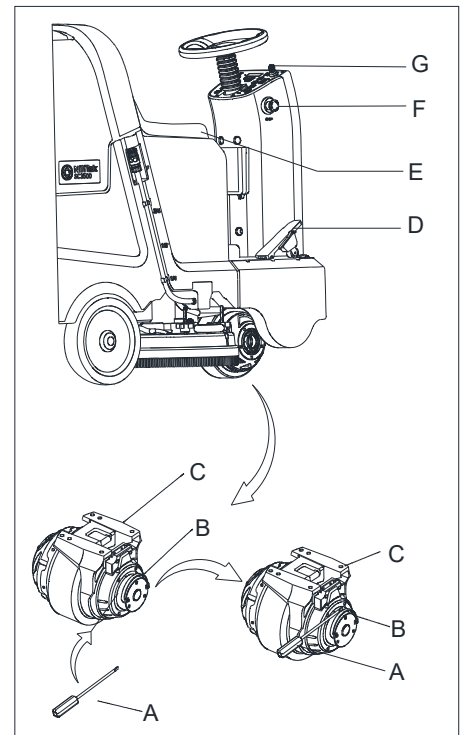

Figure 6
1. Tourner la clé de contact (G, Figure 6) vers « marche »
2. Appuyer légèrement sur la pédale d'accélération (D, Figure 6) puis arrêter afin de vérifier si la machine peut être dirigée vers l'avant et arrêtée.
3. Pour assurer la sécurité, confirmer si la machine peut être arrêtée immédiatement en appuyant sur le bouton d'urgence (F, Figure 6). Tourner le bouton d'urgence pour le réinitialiser.
Dans certains cas particuliers, tels que l'emballage / le déballage de la machine, une panne de machine, etc., il est nécessaire de déplacer la machine avec le moteur d'entraînement à l'arrêt. Insérez un tournevis (Figure 6, A) vers le frein moteur (Figure 6, B) et le moteur (Figure 6, C) entre les rainures (Figure 6), le frein de la machine sera alors relâché et la machine peut être déplacée; une fois l'opération terminée, retirez le tournevis, sinon vous ne pourrez pas démarrer la machine.